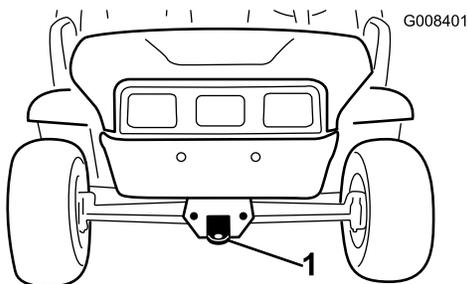
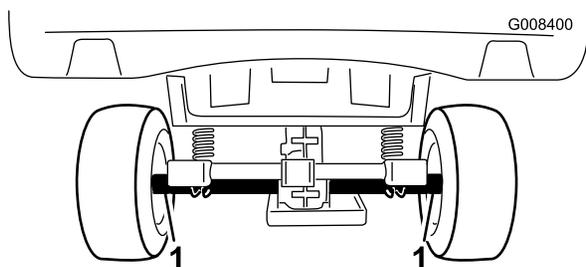

図 18
図 19
長距離を搬送する場合には、機体と同じ幅のランプ板のついたトレーラを使用してください。その場合には車体をトレーラに確実に固定してください。ロープがけポイントについては図 18 と 図 19 を参照してください。
2. 機体前部にある牽引トングにロープなどの牽引索を取り付ける 図 18。